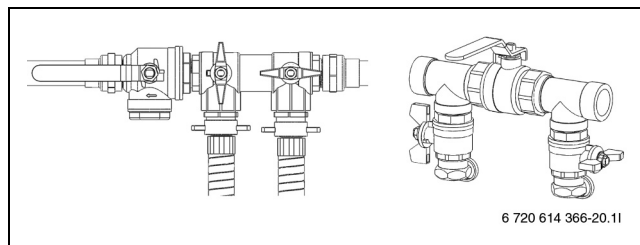

Bild 30 Befüll-einrichtungen in Druckerhöhungsposition
- Nach erfolgter Entlüftung Kreis unter Druck setzen. Ventile der Befüll-einrichtung auf Druckerhöhungsposition stellen und Kreis mit 2,5 bis 3 bar unter Druck setzen (→ Bild 30).